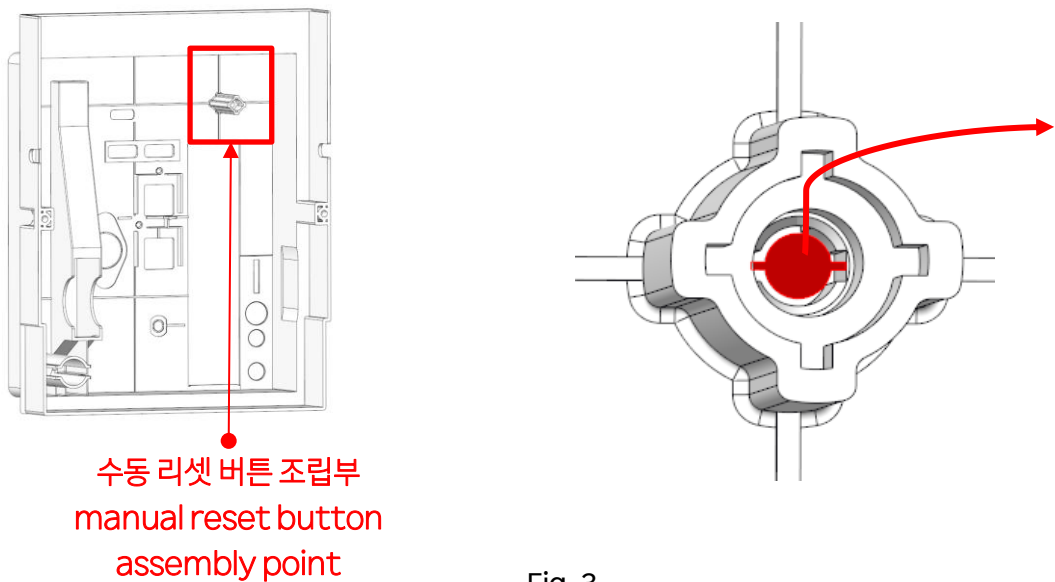

Fig. 3
3. 커버에 수동 리셋 버튼 조립 부분에 붉은 색 표기된 부분을 직경 5mm 이하 핀, 혹은 드라이버를 이용하여 제거 합니다. [FIG 3]